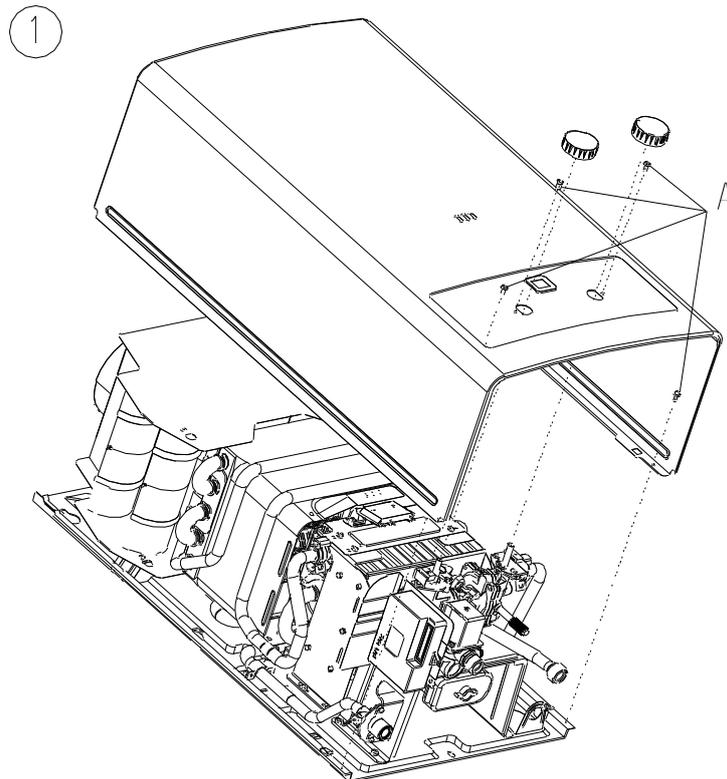

Fig. 15
1. Cierre el suministro de gas y el suministro de agua. Retire los 4 tornillos y el mando del panel frontal del aparato (Fig. 15, paso A) y la tapa. El técnico tendría que mover la tapa frontal hacia abajo y aflojar la conexión del pestillo, y luego moverla hacia arriba para sacarla de la pista.